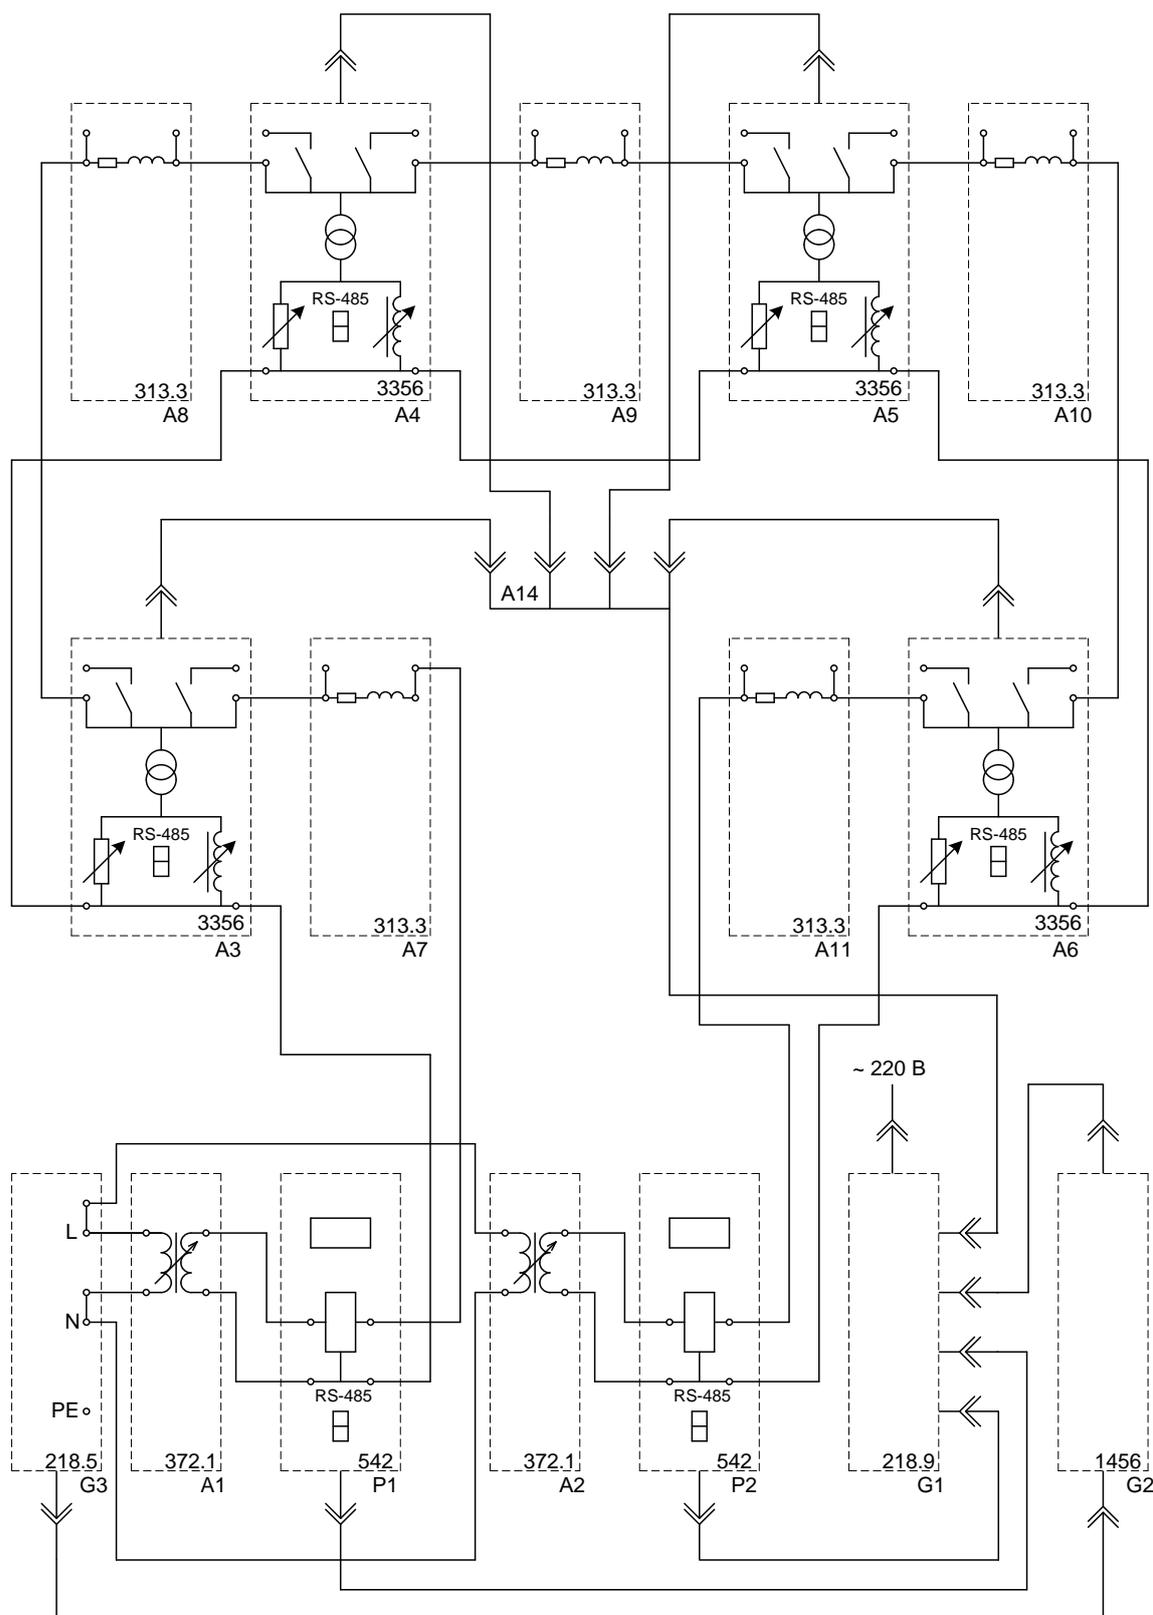

Рис. 4.1. Схема для определения точки нормального (оптимального) разрыва (разреза) в местной распределительной электрической сети.
- Соедините аппаратуру в соответствии со схемой электрических соединений, приведенной на рис.4.1.